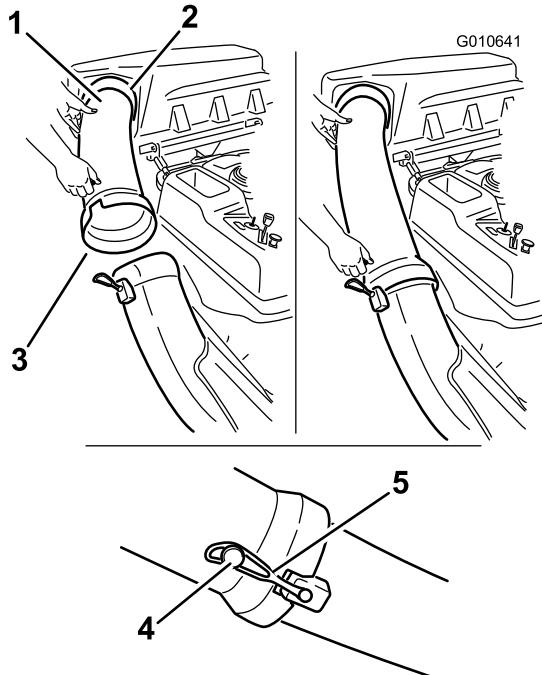

Figura 23
1. Introduzca el extremo curvo del tubo de descarga en el orificio de la tapa del ensacador (Figura 23).
2. Coloque el extremo abocinado del tubo de descarga sobre el extremo del conducto. Enganche la correa de goma del conducto alrededor de la clavija del tubo de descarga para sujetar éste (Figura 23).